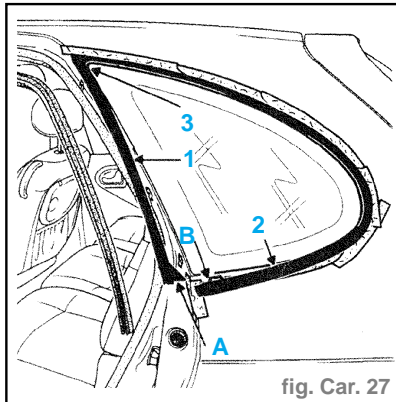

fig. Car. 27
- Insérer un tournevis plat en (A) et pousser vers le bas l'extrémité avant du bras horizontal de l'enjoliveur afin de dégager la patte (B) de son logement sous la vitre tout en dégagant avec précaution le brin (1) de son logement (opération délicate). (fig. Car. 27)
- Pousser sur les deux brins (1) et (2) vers l'avant du véhicule pour dégager l'angle (3) de son logement.